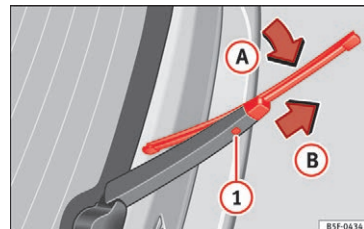

Fig. 63 Udskiftning af viskerblad til bagrude
- Løft viskerarmen, og klap den væk med en vinkel på ca. 60° »» **Fig. 63**.
- Vip viskerbladet i retning mod viskerarmen »» **Fig. 63** (pil ), og træk det af i pilens retning . Det kan i den forbindelse være nødvendigt at bruge flere kræfter.